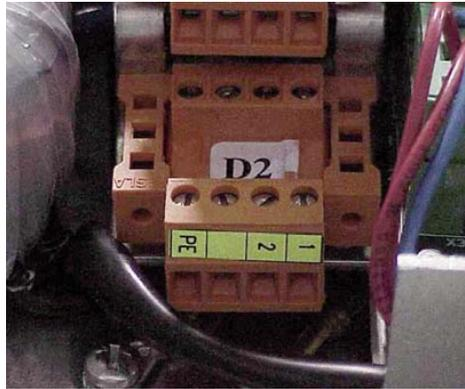

Рисунок 4.
6.1 Если необходимо использовать контакты замка привода дверей в качестве дополнительной цепи безопасности, то их необходимо подключить к клемма 1 и 2 разъема D2 (см. рис. 4).